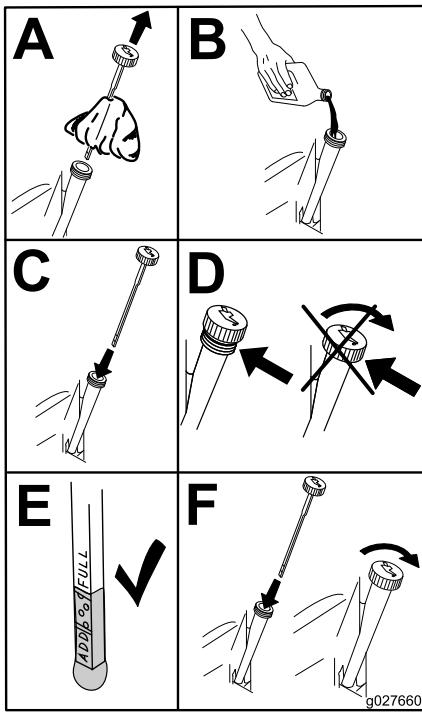

Figure 54
5. Versez lentement environ 80 % de l'huile spécifiée dans le tube de remplissage, puis faites l'appoint lentement jusqu'à ce que le niveau atteigne le repère maximum (FULL) (Figure 54).